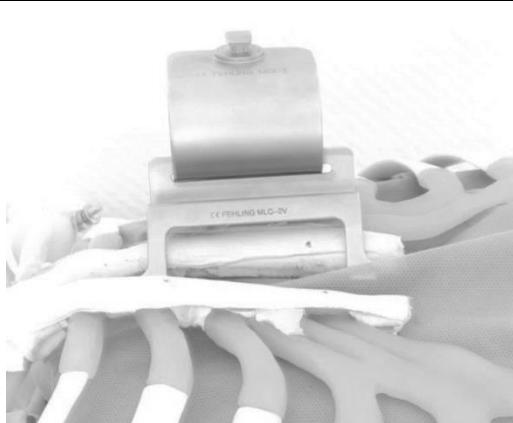

Abb. 10
- Einführen des IMA-Blatts in Verbindung mit dem IMA-Halteblatt in den Sternum-Sägespalt (Abb. 10).